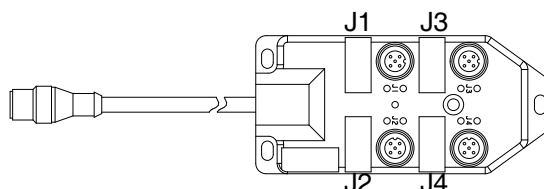

ABB. 19: Montage des Breakout-Satzes
1. Bauen Sie eine Schottdurchführung (im Satz enthalten) in die leere Bohrung in der Materialplatte ein. Siehe ABB. 19 auf Seite 29.